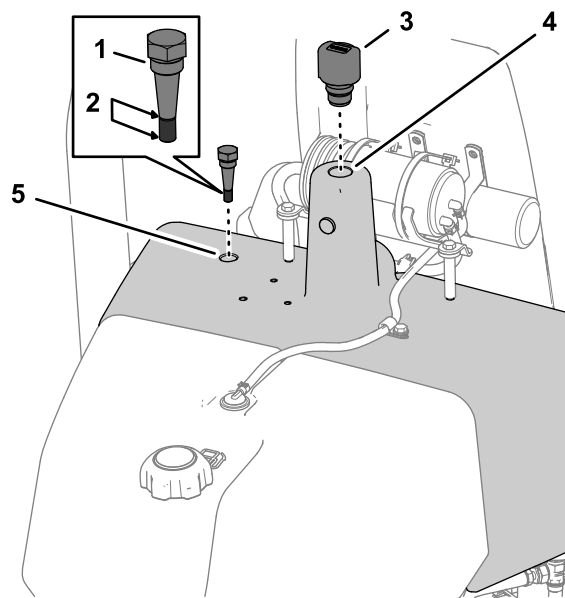

Figura 50
3. Desenrosque la varilla situada en la parte superior del depósito hidráulico, limpie la varilla, vuelva a colocarla, y retírela de nuevo (Figura 50).
4. Si no hay aceite en la varilla, retire el tapón del cuello de llenado del depósito de fluido hidráulico (Figura 50) y añada lentamente el fluido hidráulico especificado al depósito hidráulico hasta que el nivel llegue a la ranura de la varilla; consulte Especificación del fluido hidráulico (página 41).
5. Instale la varilla y el respiradero en el depósito hidráulico (Figura 50).